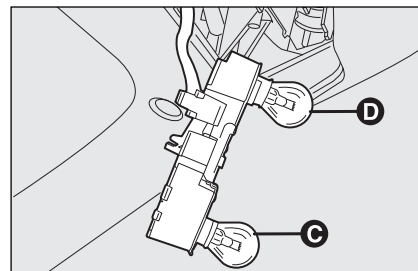

fig. 37
- druk de betreffende lamp iets in en draai de lamp linksom; verwijder de lamp en vervang de lamp **fig. 37**: